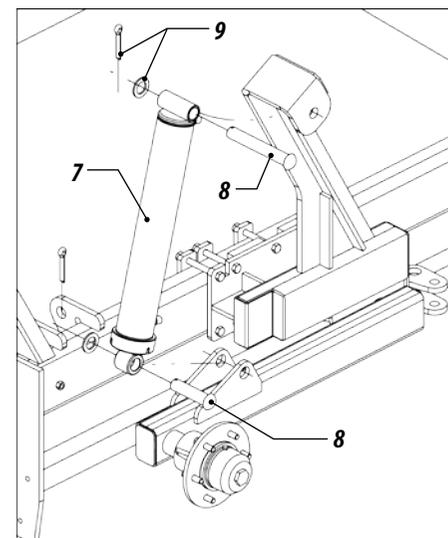

Figura 14
28- Fije en el chasis de la sembradora el soporte del juego de ruedas (1) a través de los tornillos (2) tuercas y arandelas (3), FIGURA 14